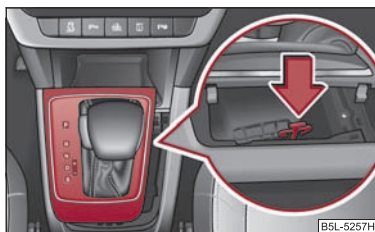

Fig. 125 Desbloqueo de emergencia de la palanca selectora
- Presione hacia abajo la parte de plástico amarilla con el dedo ⇒ fig. 125.